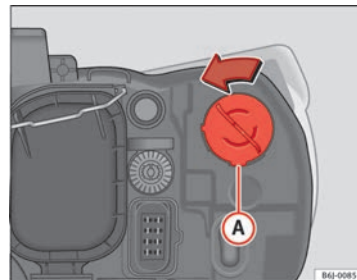

Fig. 154 Luz intermitente
- Gire el portalámparas ⇒ fig. 154 **A** a la izquierda y tirar.